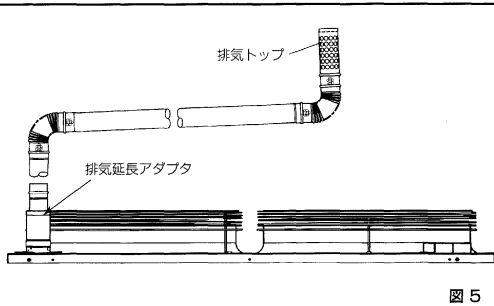

図5
- 3) 排気トップは、図5の様に必ず垂直に取付けてください。